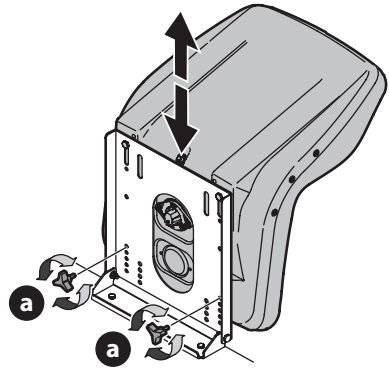

Fig. 17
1. Extraiga las perillas (a) (Fig. 17).
3. Vuelva a colocar las perillas en uno de los cuatro ajustes de los orificios y ajuste bien (Fig. 17).